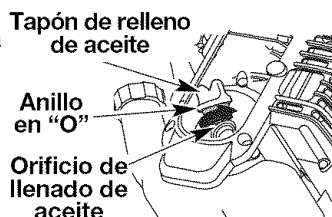

Fig. 11
- Saque el tapón de aceite/varilla de medición del cigüeñal (Fig. 11).